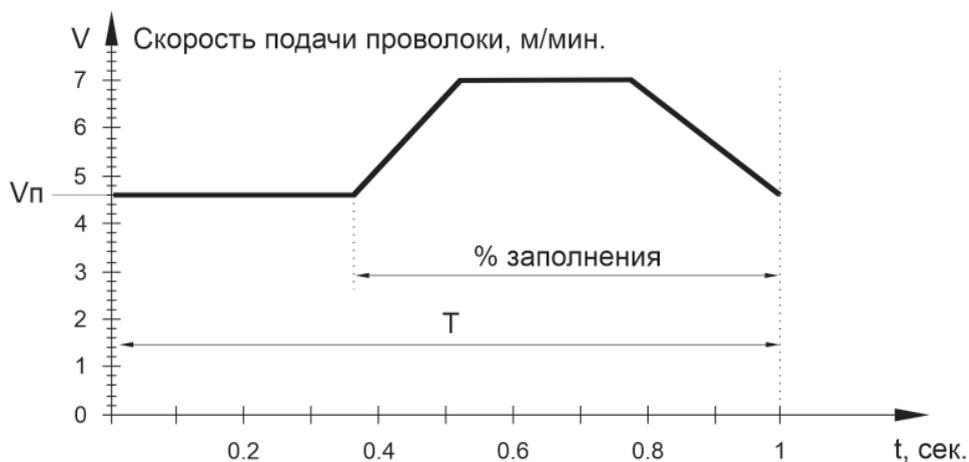

Рис. 9.14.7. Импульсная подача сварочной проволоки.
При работе в режиме Double Pulse скорость подачи проволоки постоянно меняется с заданной частотой импульса и процентом заполнения импульса (см. рис. 9.14.7).
- **Частота импульса подачи проволоки «Гц»** – количество импульсов в секунду, регулируются в пределах 0,5–5 Гц (см. рис. 9.14.7).